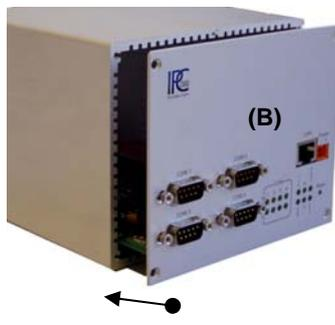

Abbildung 11:
- 4 Die Leiterplatteeinheit wird lagerichtig in das Gehäuse eingeschoben (Feder der Klammer auf der Gehäuserückseite zeigt nach oben) und an der Frontplatte mit den 4 Schrauben befestigt (Abb. 11 und 12).